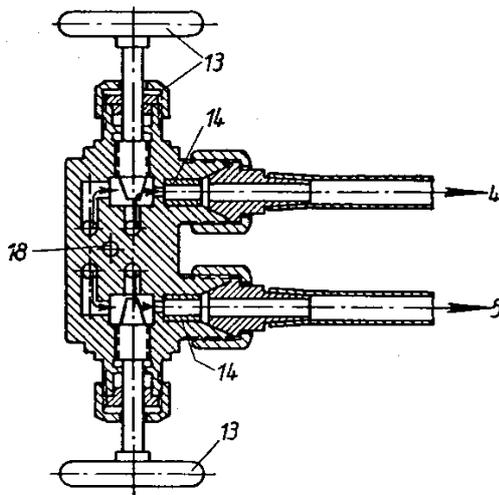

Bild 36.
Das in dem erweiterten Rohr (2) angesammelte Niederschlagswasser fließt durch einen kleinen Kanal (18) (Bild 36) und das Röhrchen (6), das in den Ölbehälter (7) hineinragt, und tritt unter den Schmierstoff (Naßdampföl). Durch den Überdruck der Wassersäule in dem Rohr (2) (Wasserdrucksäule 8 bis 9), wird nun das Öl, das spezifisch leichter als das Wasser ist und im Ölbehälter auf dem Niederschlagswasser schwimmt, bis zu den Einstellventilen (10) gedrückt. Sobald man diese Ventile öffnet, steigen die Öltropfen aus den Tropfspitzen in die Tropfkammer (11, 12) zwischen den Schaugläsern. Die Tropfkammern haben sich von dem Rohr (2) aus selbsttätig mit Niederschlagswasser gefüllt. Durch das geringere spezifische Gewicht lösen sich die Tropfen von den Spitzen und steigen nach den Ventilen (13) auf.